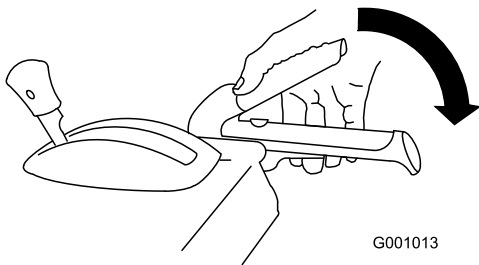

Figure 27
1. Pour engager la vis sans fin/turbine, serrez le levier droit (vis sans fin/turbine) contre la poignée (Figure 27).